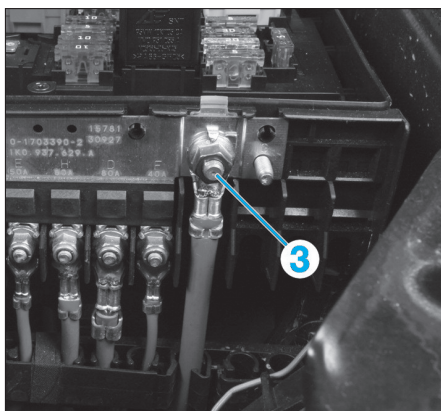

Fig. 76
• Déposer le câble positif (3) du démarreur au niveau de la platine (Fig.76).